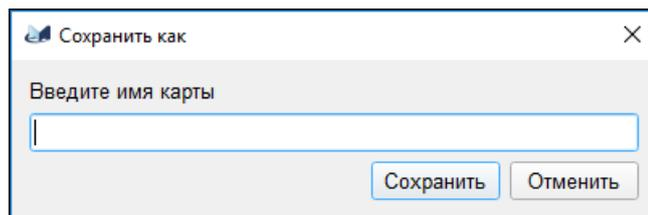

Рис. 28
4.1.4.1. СПО "Мастер М" позволяет задать текущей карте новое имя с помощью пункта главного меню *"Карты"*-*"Сохранить как"*. При выборе данного пункта меню будет выведено диалоговое окно ввода нового имени карты (рис. 28).